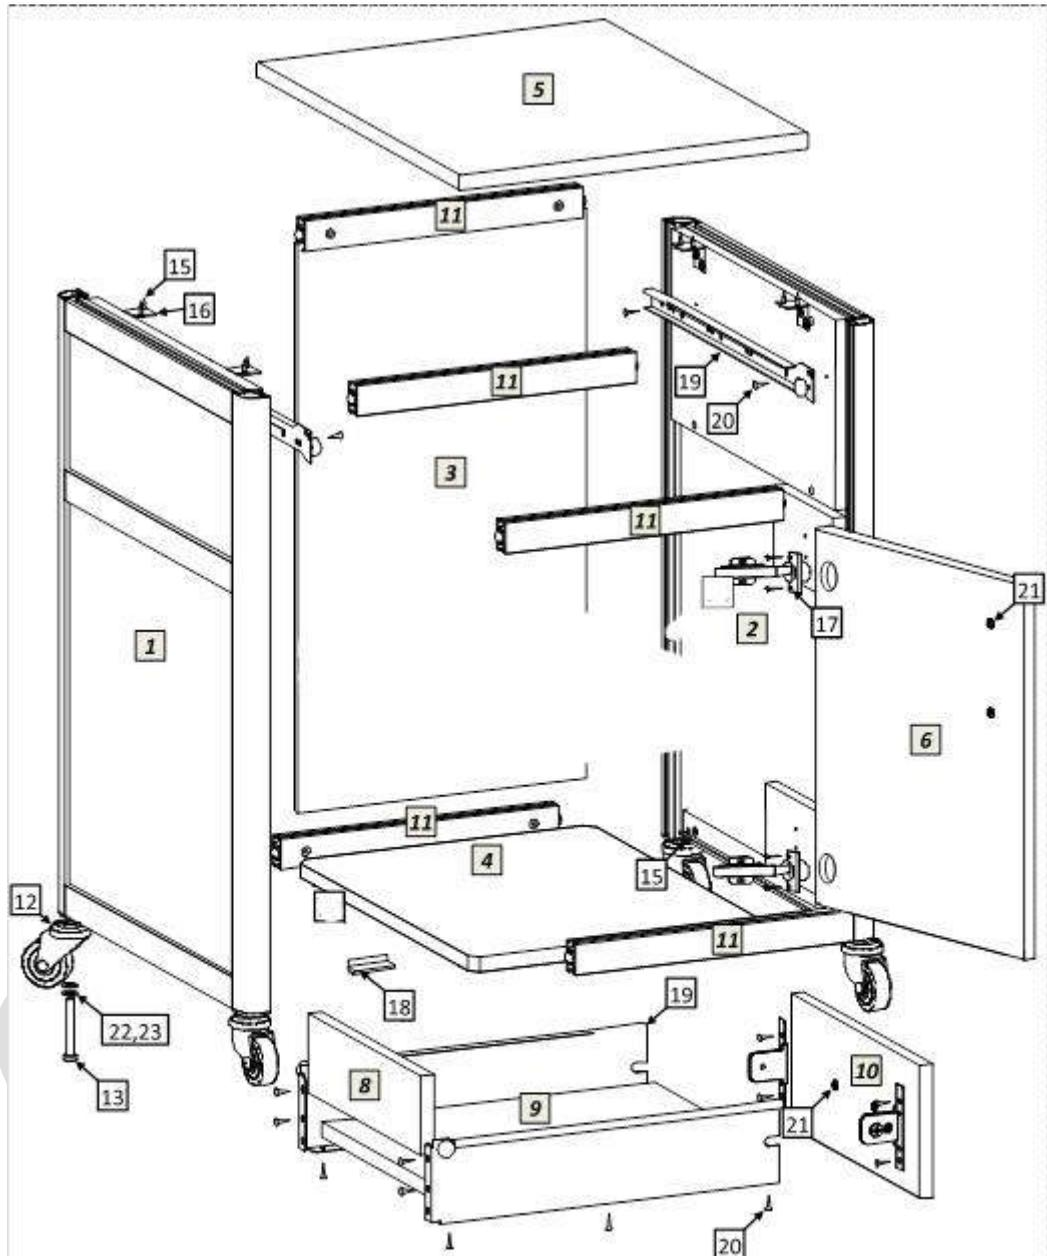

рис.1
- 5.1 Распаковав тумбу, внимательно ознакомьтесь со схемой сборки, изображённой на рис.1. Согласно позициям на схеме и комплекточной ведомости определите расположение деталей в изделии и порядок их сборки. Сборка производится на ровном полу, укрытом материалом, предотвращающим повреждение покрытия пола и деталей мебели. Подготовьте необходимые для сборки инструменты – плоскую и крестовую отвёртки, молоток, рулетку или линейку, гаечный ключ 13мм для установки колёсных опор, шуруповёрт.
- 5.5 Сборка выдвижного ящика. Схема сборки ящика показана на рис.1. Шурупами 4x16 соедините заднюю стенку, днище ящика и его фасад с металлическими боковинами направляющего механизма. На фасад ящика установите ручку.